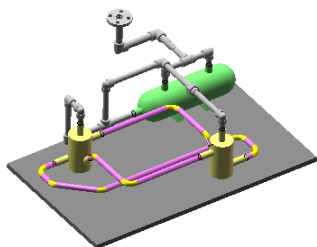

图 11.2.9 管道设计
- **管道设计:** 一般指硬管道, 主要通过螺纹连接或焊接方法将弯头和管道连接成的管道系统。在 SolidWorks 中, 管道系统称为“Pipe”, 如图 11.2.9 所示。